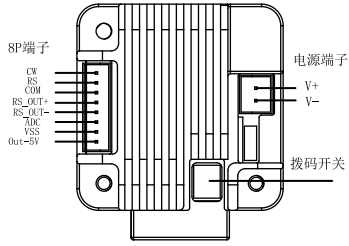
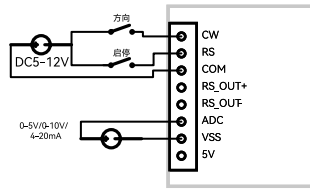

图2 尾部驱动单元展示图
图3 接线示意图
- 将随机附带的线缆按照下图2所示安装好，8P端子插在图2标记“8P端子”上，2P端子插在图2标记“电源端子”上，具体接线参照图3和表4进行接线。